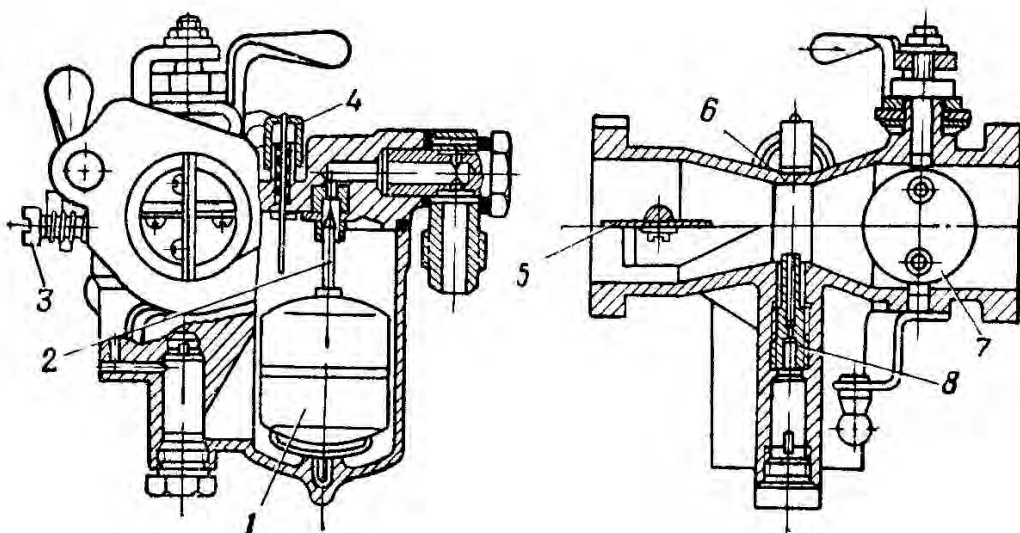

Рис. 16. Карбюратор:
**Система питания** состоит из карбюратора К16Ж, бензонасоса 12, бензобака емкостью 6 л, фильтра-отстойника и инерционно-масляного воздушного фильтра. Карбюратор (рис. 16) приспособлен для работы с центробежным регулятором.